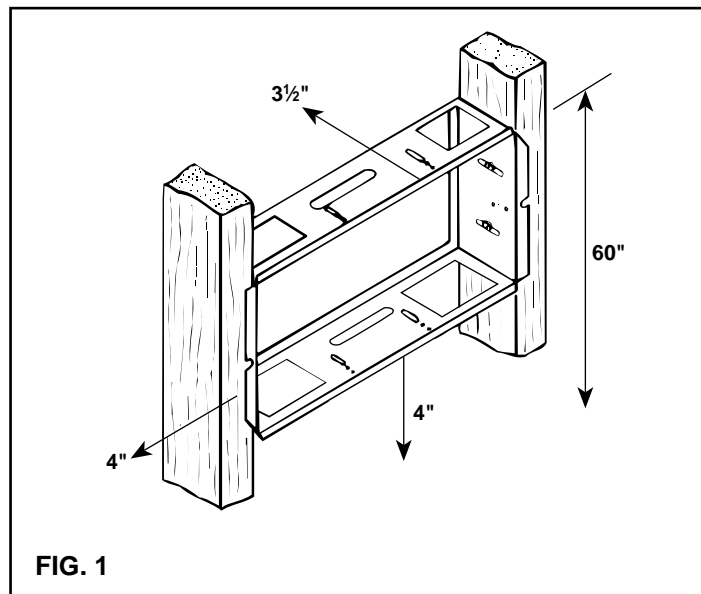

FIG. 1
2. Voir la figure 1. Installer seulement l'encastrement comme indiqué. Installer de niveau, à une hauteur appropriée (une distance de 60 pouces (152,4 cm) entre le plancher et le dessus de l'encastrement convient à la majorité des installations).